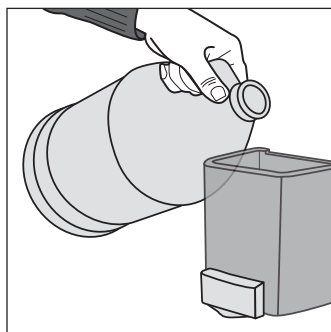

Figure 5
- Ouvrez le distributeur. Rincez le réservoir et le mécanisme de la pompe avec de l'eau chaude pour enlever les résidus et les éléments contaminés. Remplissez le distributeur avec du savon et replacez le couvercle. (Voir Figure 5)